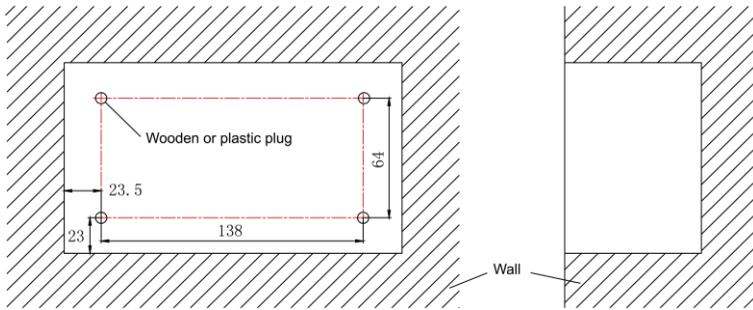

Рис.1.8 Схема дерев'яної або пластикової заглишки
- 1) Якщо централізований контролер потрібно змонтувати на стіні, зробіть в стіні отвір розміром 180 мм × 107 мм × 62 мм і закріпіть на стіні 4 дерев'яні або пластикові дюбелі відповідно до рис.1.8.